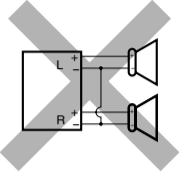
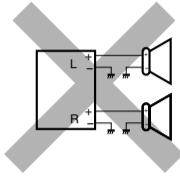

Fig. 1
Fig. 2
- **If the speaker wiring in your car is as illustrated in Fig. 1 and Fig. 2 below, DO NOT connect the unit using that original speaker wiring.** If you do, the unit will be seriously damaged.
- **Si el conexionado de altavoz de su automóvil es como se indica en las Fig. 1 y Fig. 2 de abajo, NO conecte la unidad utilizando ese conexionado de altavoz original.** Si lo hace, se producirán daños graves en la unidad.
- **Si le câblage des enceintes de votre voiture est comme montré sur la Fig. 1 ou Fig. 2 ci-dessous, NE CONNECTEZ PAS l'appareil en utilisant ce câblage original des enceintes.** Si vous le faites, l'appareil sera sérieusement endommagé.